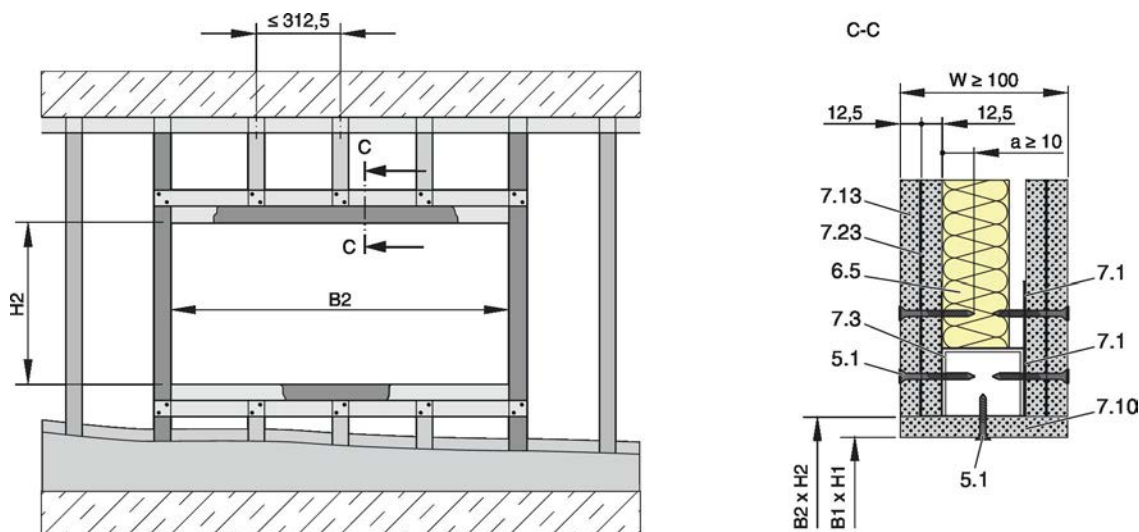

Fig. 50: Cloison pare-feu
1. ▶ Monter la cloison légère conformément aux instructions du fabricant et créer une ouverture de montage Voir la Fig. 50 à Voir la Fig. 52.
- ▶ Ériger la cloison pare-feu selon les instructions du fabricant et créer une ouverture de montage Voir la Fig. 50 à Voir la Fig. 52.